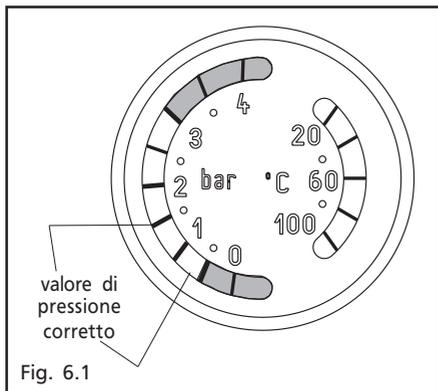
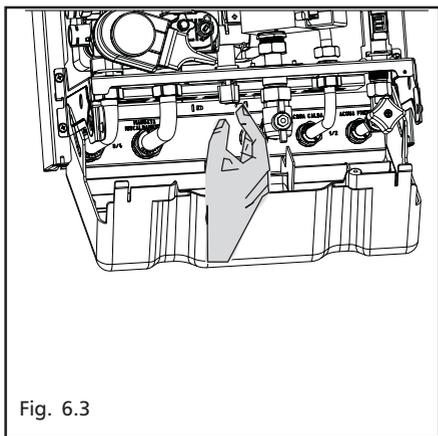

Fig. 6.1
Fig. 6.3
- aprire il rubinetto di riempimento (fig. 6.3) fino a che la lancetta del termoidrometro ritorni nel "campo di pressione corretto" (fig. 6.1).